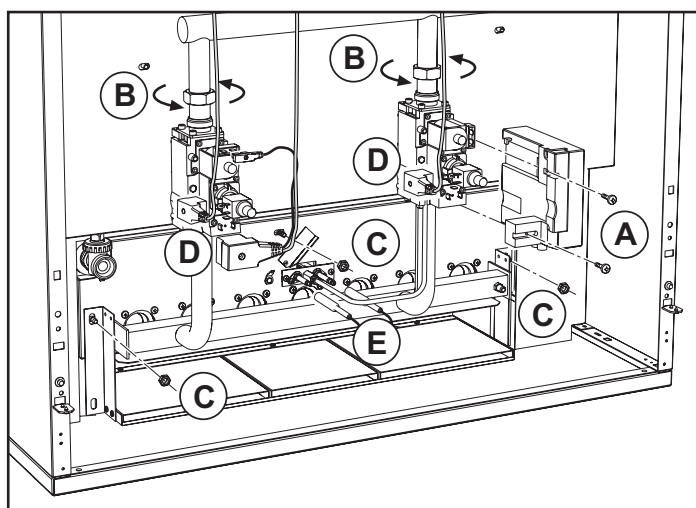

fig. 10 -
- Desenrosque los dos tornillos (A, figs. 10 y 11) que fijan la centralita electrónica de control de llama a la válvula del gas y extráigala de la válvula.
- Desenrosque los tornillos que fijan los conectores (D) a las válvulas del gas y extráigalos de las válvulas.
- Desconecte del grupo de electrodos los cables (E) para el encendido y la ionización.
- Desenrosque las tuercas (B) que fijan el tubo de entrada de gas antes de las válvulas.
- Desenrosque las tuercas (C) que fijan la puerta de la cámara de combustión a los elementos de fundición de la caldera.